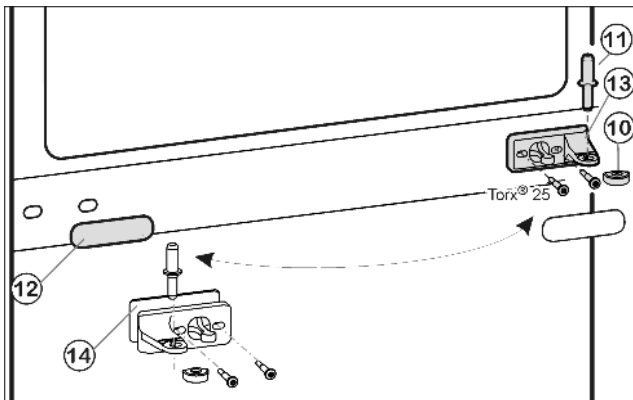
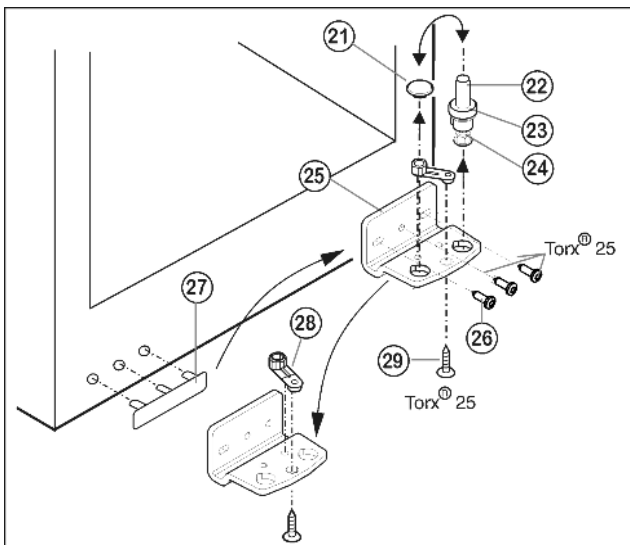

Fig. 5
Fig. 6
- Вытащите из опорного кронштейна и нижней дверцы средний опорный винт Fig. 5 (11).
- Снимите пластмассовый колпачок Fig. 5 (10).
- ▶ Открутите средний опорный кронштейн Fig. 5 (13) (2 шт. Torx® 25).
- ▶ Осторожно снимите накладку Fig. 5 (12).
- ▶ Прикрутите средний опорный кронштейн Fig. 5 (13) с подкладкой Fig. 5 (14) с поворотом на 180° на новую сторону шарнира (с моментом 4 Нм).
- ▶ Защелкните накладку Fig. 5 (12), повернув на 180°, на стороне, где теперь будет ручка.
- ▶ Извлеките опорный винт Fig. 6 (22) в комплекте с шайбой Fig. 6 (23) и регулируемой опорой Fig. 6 (24), вытягивая его вверх.
- ▶ Снимите пробку Fig. 6 (21).
- ▶ Открутите Fig. 6 (26) опорный кронштейн Fig. 6 (25).
- ▶ Открутите Fig. 6 (29) опорную деталь Fig. 6 (28) и, переставив в отверстие на противоположной стороне опорного кронштейна, снова прикрутите.
- ▶ Осторожно снимите и переставьте на противоположную сторону крышку со стороны ручки Fig. 6 (27).
- ▶ Снова прикрутите опорный кронштейн Fig. 6 (25) на новой стороне шарнира (с моментом 4 Нм). При необходимости используйте аккумуляторный шурупверт.
- ▶ Переставьте пробку Fig. 6 (21) в свободное отверстие.
- ▶ Вновь установите опорный винт Fig. 6 (22) в комплекте с шайбой и регулируемой опорой. При этом фиксатор должен быть направлен назад.
- ▶ Установите нижнюю дверцу сверху на нижний опорный винт Fig. 6 (22).
- ▶ Снова наденьте пластмассовый колпачок Fig. 5 (10) на средний опорный кронштейн Fig. 5 (13).
- ▶ Вставьте средний опорный винт Fig. 5 (11) на новой стороне шарнира через средний опорный кронштейн Fig. 5 (13) в нижнюю дверцу.
- ▶ Установите верхнюю дверцу на средний опорный винт Fig. 5 (11).
- ▶ При необходимости выровняйте дверцы через два продольных паза в нижнем опорном кронштейне Fig. 6 (25) и среднем опорном кронштейне Fig. 5 (13) параллельно корпусу устройства. Для этого выкрутите средний винт на нижнем опорном кронштейне Fig. 6 (25).